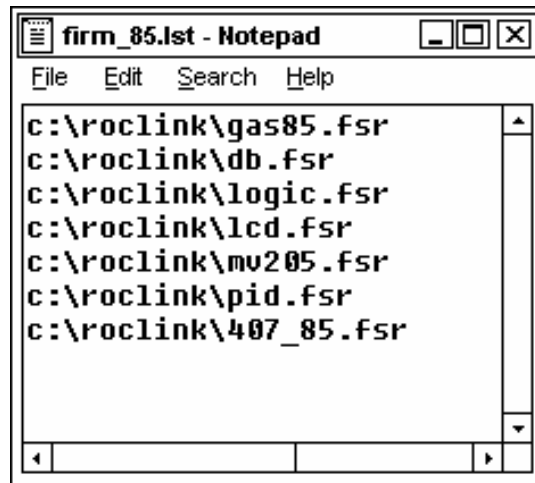

Figura 2-32. Alterando um Caminho de Diretório
1. Abra o arquivo .lst num editor de texto como o Notepad. Refira-se à Figura 2-32.